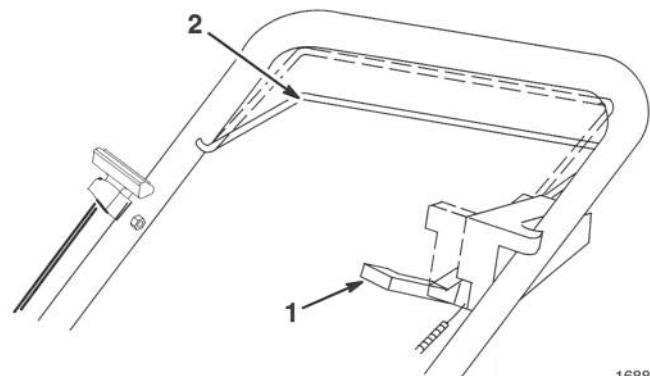

Figure 12
- Pour débrayer le système d'autopropulsion, abaisser la barre de commande à mi-course et pousser le levier de commande de traction vers l'avant (vers le moteur) (Fig. 12).